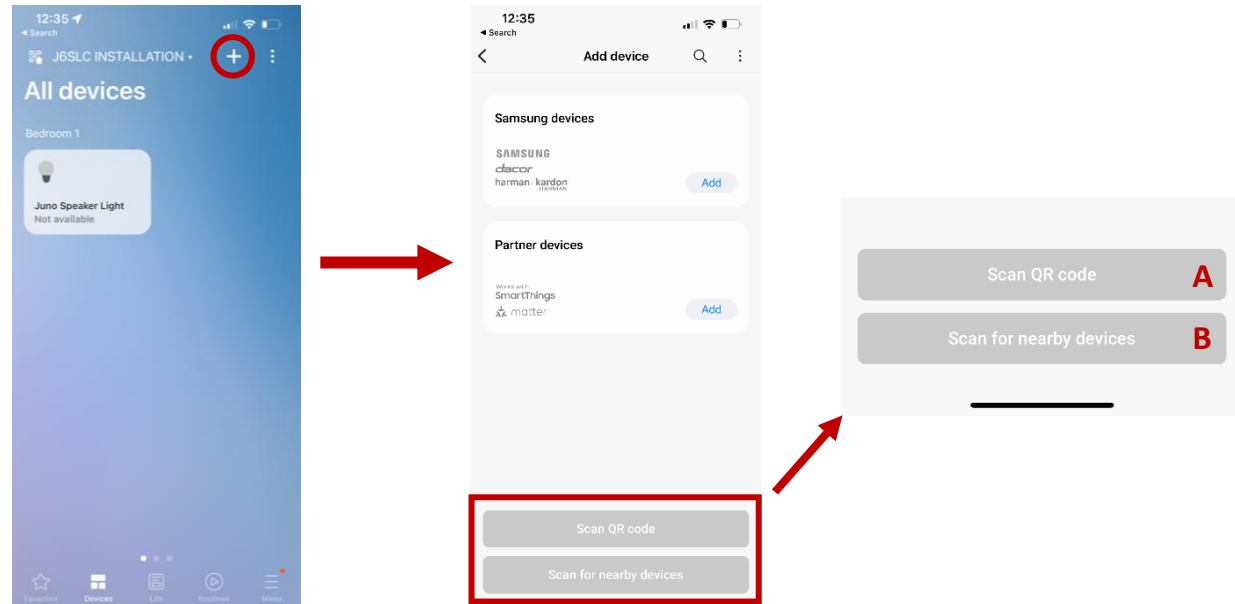

Figure 8
3. Connecter le luminaire à l'application SmartThings en sélectionnant le signe « + » dans le coin supérieur droit de l'interface et sélectionner « ajouter un appareil ». Utiliser l'une des méthodes ci-dessous pour connecter le luminaire. (Figure 8)